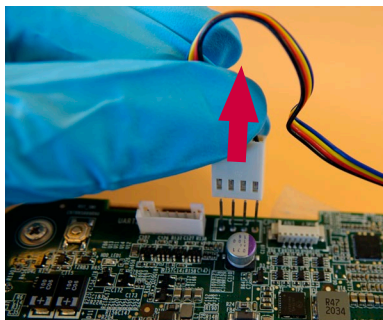

Bild 23 Lossa flätkabeln
a) Koppla ur fläktkontakten (bild 23)